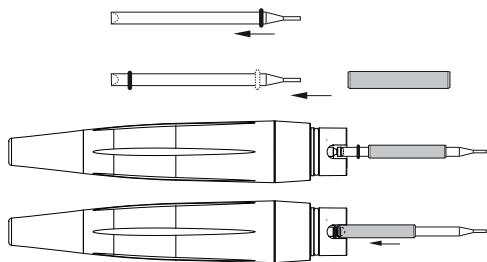

Fig. 6 Manutenzione del manipolo
- Sostituire l'O-ring se danneggiato o usurato, in ogni caso una volta l'anno. L'O-ring si trova nella parte posteriore. Per la sostituzione servirsi del cacciavite (vedere la Fig. 6)